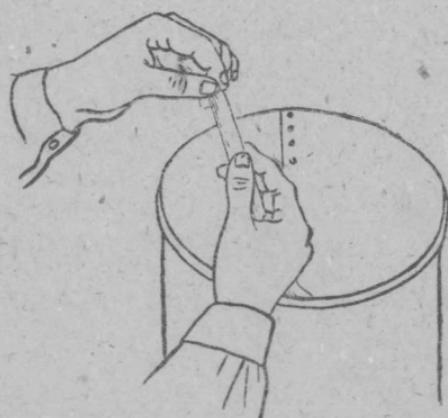

图 19
1. 用右手拇指、食、中三指将断落在筒子上的棉条夹住，用左手拇指、食、中三指将棉条头理顺，使纤维平直，如图19。